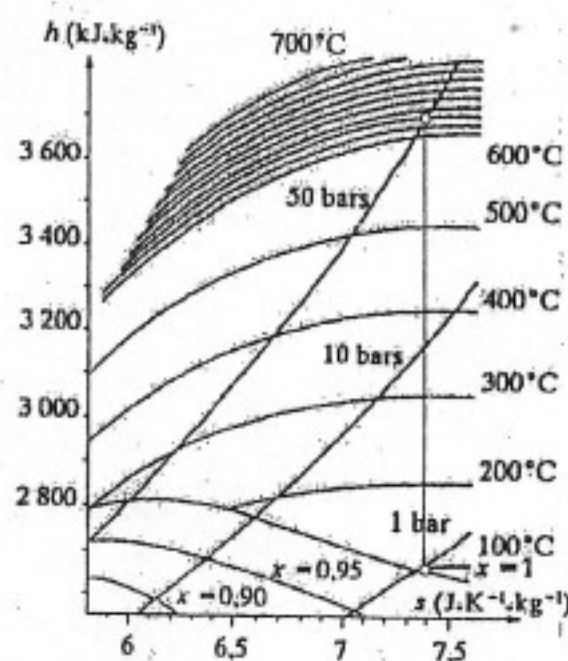

Figure 5
- 1) La pression en 6 est de 1 bar puisque le changement d'état basse pression (6→1) se fait sous 1 bar. La vapeur est saturante sans liquide, donc la fraction massique de cette vapeur vaut  $x = 1$ . La pression en 5 est de 50 bars puisque le changement haute pression (3→4) se fait à 50 bars et que la transformation 4→5 est isobare. La transformation 5→6 est isentropique : c'est une verticale sur le diagramme de Mollier (figure 5). Il suffit alors de partir du point (1 bar, 100 °C,  $x=1$ ) sur le diagramme et de tracer la verticale : l'intersection avec l'isobare 50 bars correspond au point cherché ; on lit alors la température :  $T_3 = 620$  °C.